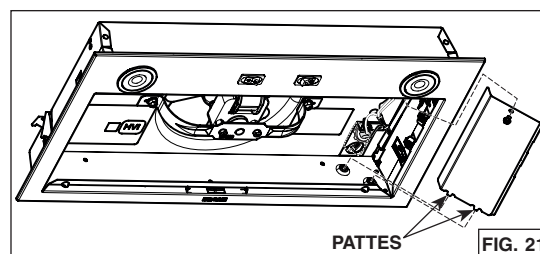

FIG. 21
2. Remettre en place le couvercle du compartiment électrique en s'assurant que les pattes du bas sont insérées dans leur emplacement surélevé. Le fixer à la hotte à l'aide de sa vis de retenue (FIG. 21).